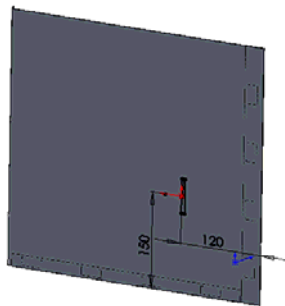

图 10-59 标注成形工具的位置尺寸
②单击“草图”工具栏中的“智能尺寸”按钮, 标注出成形工具在钣金件上的位置尺寸, 如图 10-59 所示, 最后单击“放置成形特征”对话框中的“完成”按钮, 完成对成形工具的添加。